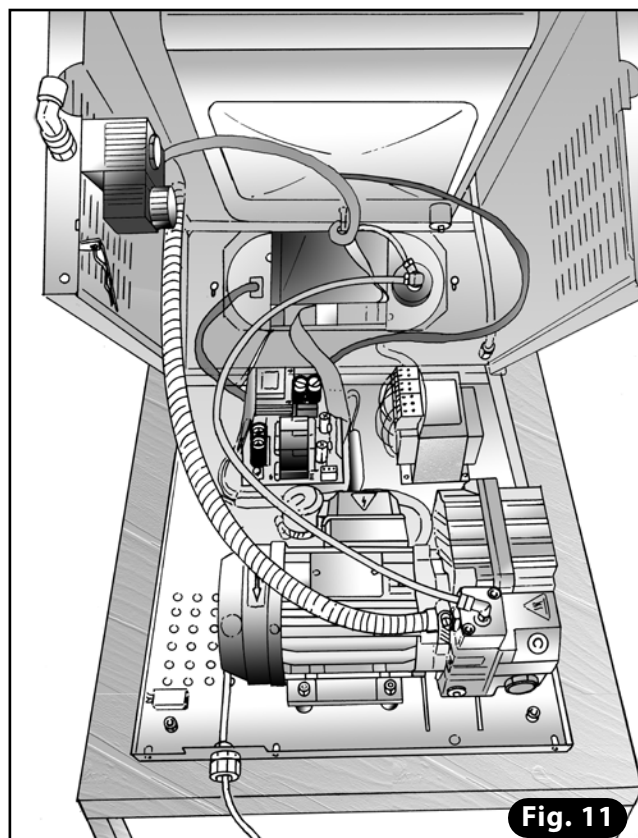

Fig. 11
11) Vuelva a colocar la barra soldadora en el depósito y conéctela correctamente a los contactos eléctricos (**Fig. 11**).
- 17) Extraiga de la guía la varilla y vuelva a colocarla en su asiento situado en la base (**Fig. 11**).